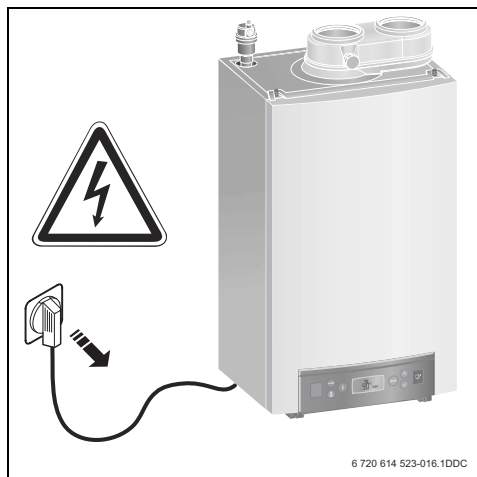

Fig. 11 Netstekker uit wandcontactdoos
- Neem het cv-toestel uit bedrijf door de netstekker uit de wandcontactdoos te halen (→ fig. 11).